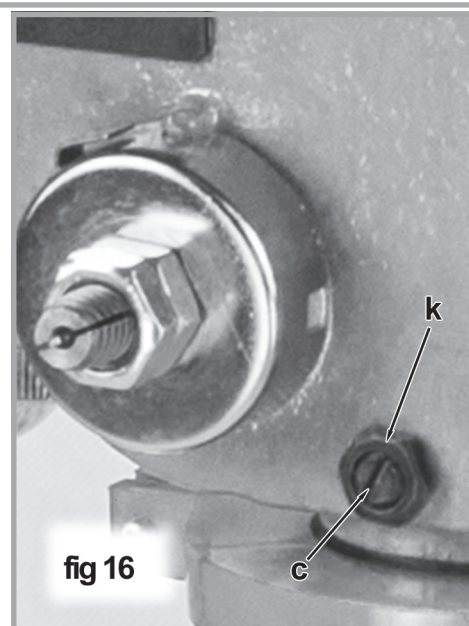

fig 16
- Desserrer l'écrou de blocage sur le côté inférieur gauche de la tête de la perceuse (k, fig 16) derrière la jauge de profondeur.
- Tournez la vis (c. fig 16) dans le sens horaire pour éliminer le jeu, mais pas trop pour ne pas de limiter le mouvement vers le haut et vers le bas de la l'axe. Un peu de jeu est normal.
3. Utilisez des pinces à bec effilé ou un coup de tournevis dans la boucle (s, figure 16) pour retenir le ressort en place.